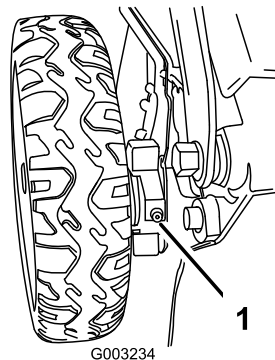

Figura 48
1. Limpie con un trapo limpio los puntos de engrase situados justo dentro de las ruedas traseras (Figura 48).